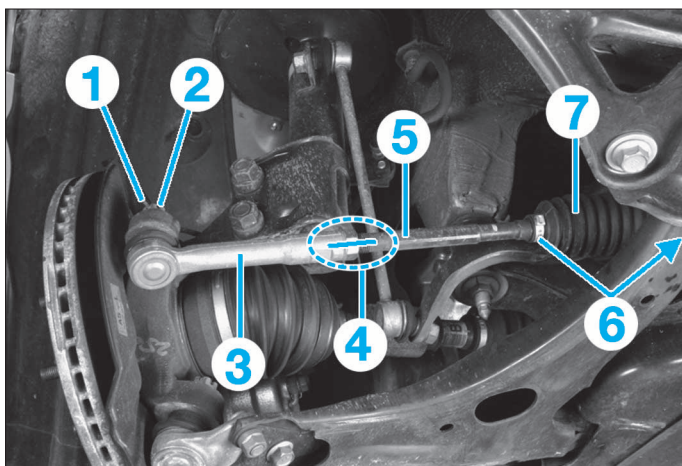

FIG. 7
- Déposer la goupille (1), l'écrou (2) puis à l'aide d'un arrache-rotule, extraire la rotule de direction (3) du pivot (fig. 7).
- Desserrer le contre-écrou (4) de réglage de parallélisme et dévisser la rotule (3) de direction en maintenant la biellette (5) avec une clé plate.